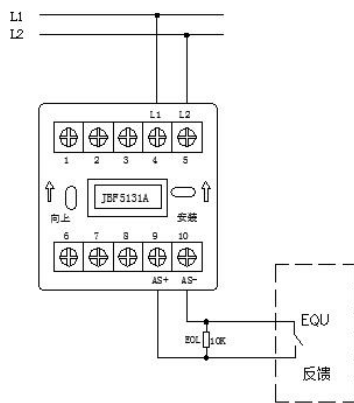

图 3 接线方式：监视无源闭合应答的现场设备
- 监视无源闭合应答的现场设备时：AS+（端子 9）、AS-（端子 10）：接应答（无源触点），连接在 AS+ 和 AS- 上的监视设备的动合端必须并联 10K Ω 终端电阻。接线示意图如图 3：